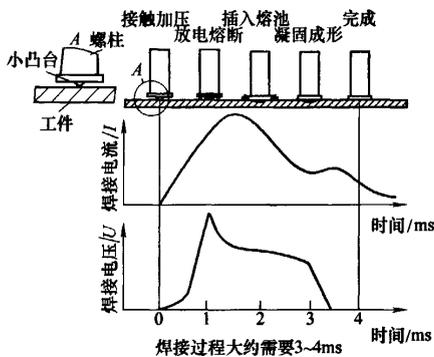

图1 焊接过程图
电容放电螺柱焊的焊接过程如图1所示,即将焊接螺柱安装在焊枪上,再将焊枪支脚定位在工件上保持垂直稳定,焊接显示屏显示充电完毕后,扣动焊枪开关,电容放电。经过高放电电流引燃螺柱尖端小凸台,产生空气电弧并熔化工件;螺柱从焊枪内下落,在压缩弹簧的作用下向工件运动,以0.5~1.0m/s速度(运动速度由弹簧力控制)插入熔池;与此同时,电弧熄灭,于是电容器短路,流过剩余能量;熔池凝固成形,焊接过程完成,螺柱牢牢地焊接在工件上。
(1) 利用螺柱引燃尖端定位 从图1所示局部放大图可以看到,作为引燃尖端的小凸台处于螺柱正中心,因此我们可以在工件上冲样冲(中心定位孔),利用螺柱中心小凸台定位。样冲可以划线冲,也可以利用数控冲床,后者的定位精度更高,可以控制在 $\pm 0.3\text{mm}$ 。值